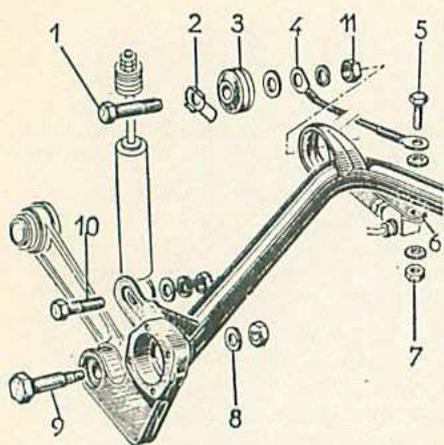

Fig. 59. — Détail de fixation de l'essieu arrière.
- Désaccoupler les deux amortisseurs, en déposant l'écrou, les deux rondelles et l'axe (10) (fig. 59).
- Rabattre le frein (8), déposer l'écrou et dégager l'axe (9) des bras de suspension droit et gauche.
- Déposer la vis (5), le câble de masse (4), le té arrière (6), les 2 rondelles et l'écrou (7).
- Rabattre le frein (2) et débloquent l'écrou. Dégager l'essieu.
- Déposer l'écrou, la rondelle, le câble de masse, la rondelle, chasser l'axe (1) du joint élastique (3).